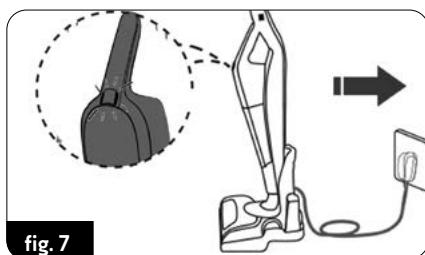

fig. 7
2. Placez l'aspirateur correctement assemblé dans la poignée principale et avec l'électrobrosse sur la station d'accueil (Fig.7). Branchez le chargeur à l'alimentation secteur.